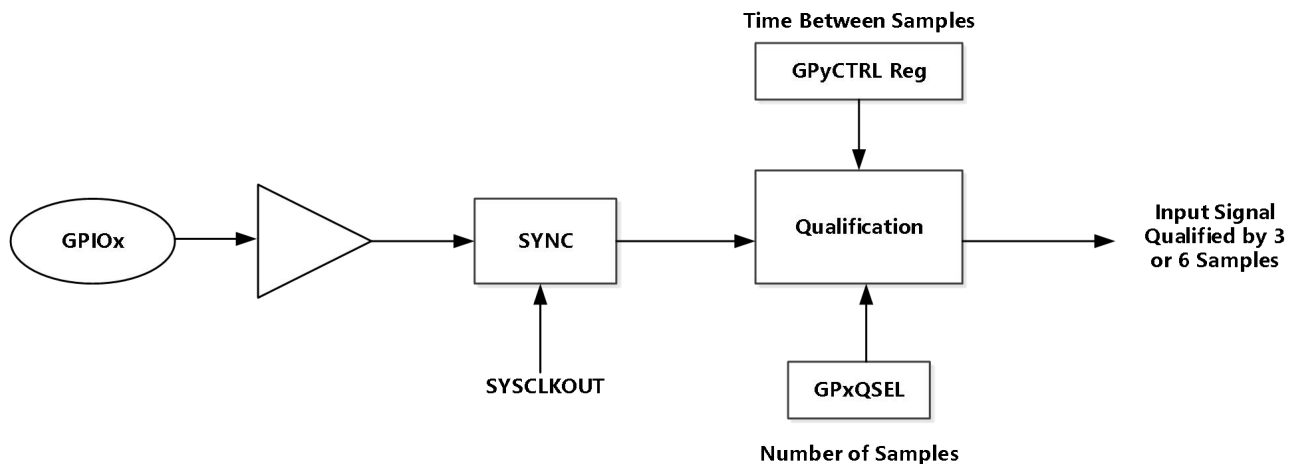

图 4-19 使用采样窗口的限定
- c) 采样周期由 GPxCTRL 寄存器内的 QUALPRD 位所指定并且可在每组 8 个信号中进行配置。它为输入信号采样指定了多个 SYSCLKOUT 周期。一个采样窗口为可包含 3 次或 6 次采样, 并且只有当所有采样与图 4-19 (对于 6 次采样) 中所显示的一样时 (全 0 或者全 1), 输出才会改变。